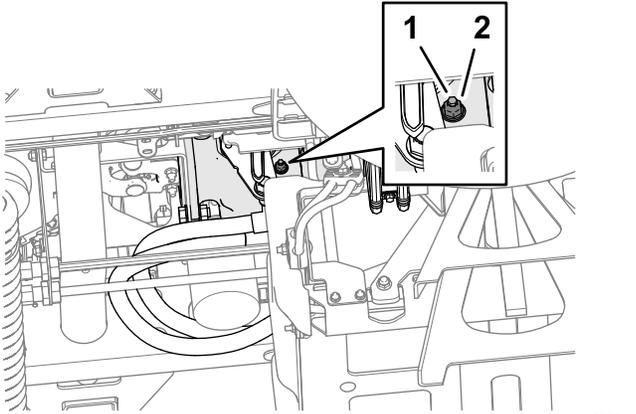

Figura 105
- A partir do fundo da máquina e do lado direito da bomba de tração, solte a porca de bloqueio que fixa o parafuso de ajuste de retorno de ponto morto (Figura 105).